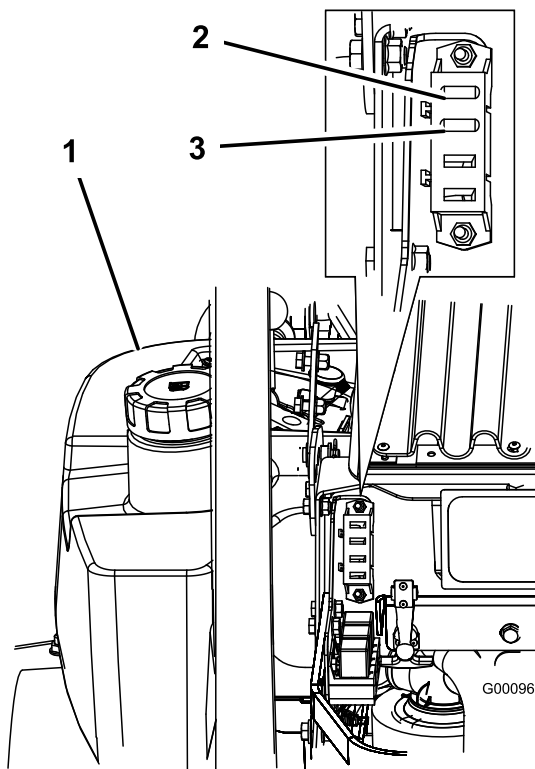

Figure 41
1. Déverrouillez et soulevez le capot pour accéder au porte-fusibles (Figure 41).
3. Remplacez le fusible (Figure 41).